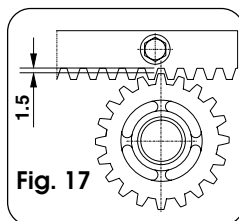

Fig. 17
- Terminata l'installazione della cremagliera, per garantire un corretto ingranamento con il pignone, è opportuno abbassare di circa 1,5 mm (Fig.17) la posizione del motoriduttore.